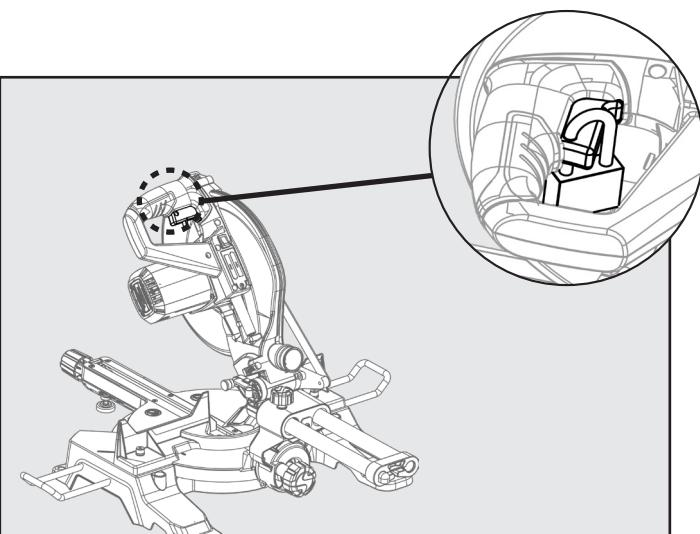

FIGURE 16
Pour empêcher les personnes non autorisées d'utiliser la scie, un cadenas (non compris) peut être installé dans l'orifice de verrouillage situé sur le commutateur, comme illustré à la figure 16. Assurez-vous que le cadenas est bien fermé avant de laisser la scie sans surveillance.
- Placez la pièce sur la table à onglets en appuyant un de ses bords contre le guide. Si la pièce est courbée, placez le côté convexe contre le guide. Si le bord concave d'une planche est placé contre le guide, la planche pourrait s'affondrer sur la lame à la fin de la coupe et bloquer la lame. Voir figure 16.